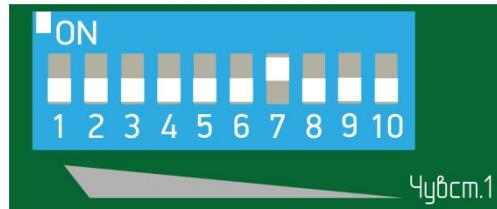

Рисунок 7.10
- при отсутствии тревожного извещения увеличить чувствительность, установив флагок 7 переключателя регулировки чувствительности в положение «ON» (верхнее положение), все остальные флагки в нижнее положение (рисунок 7.10) и повторить попытки несанкционированного проникновения через заграждение по выше указанной методике.